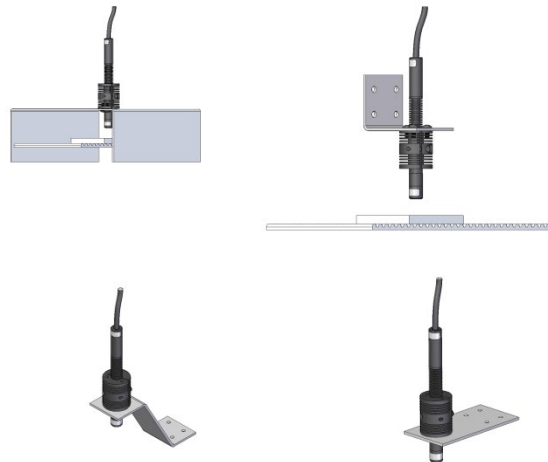

Figure 6 Installations typiques
7. Installez la lampe UV à DEL dans le manchon de fixation, puis fixez-le en position en serrant la vis à tête hexagonale. Reportez-vous à la Figure 6 pour les voir les installations typiques.